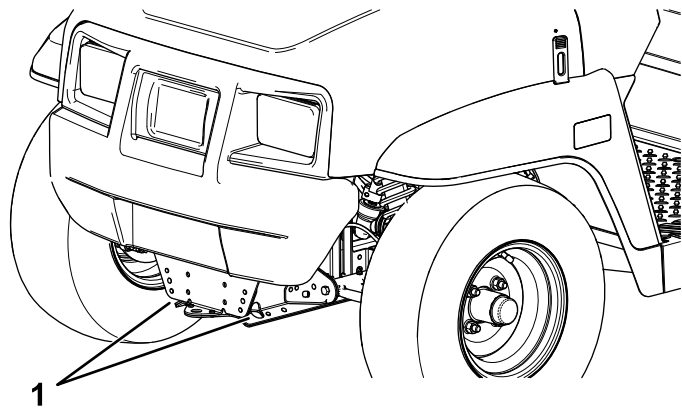
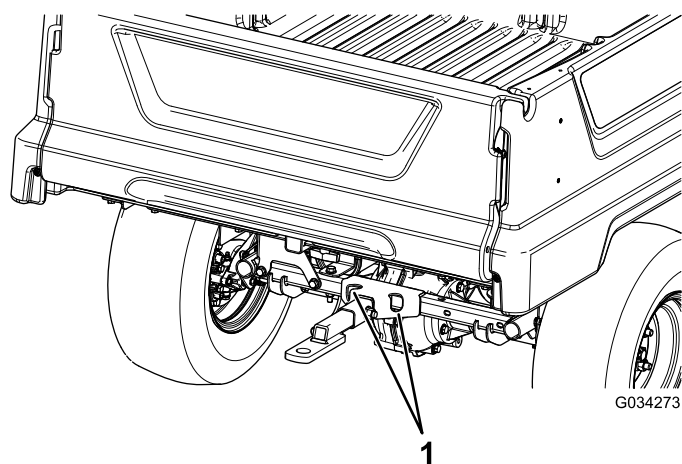

Figura 21
Figura 22
Consulte en la Figura 21 y Figura 22 la ubicación de los puntos de amarre de la máquina.
2. Conecte un cable de remolque al punto de remolque, en la parte delantera del bastidor de la máquina (Figura 21).